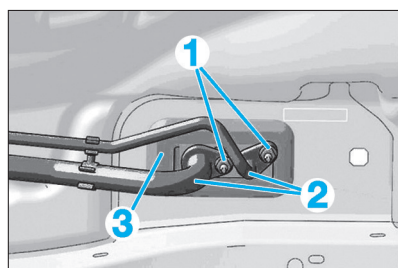

Fig. 10
- les 2 écrous (1) (Fig.10).
- Désaccoupler les conduits de réfrigération (2) perpendiculairement au détendeur de réfrigération en évitant de les déformer.
- le joint d'étanchéité et la platine (3),